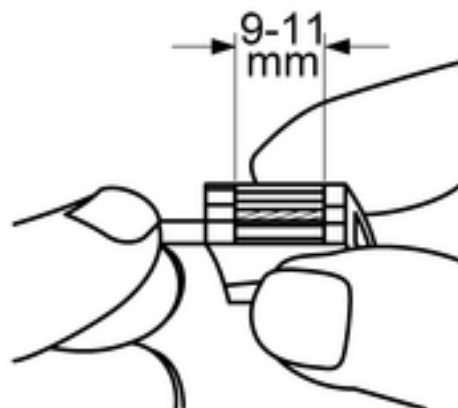

Figure 5: Longueur de dénudage
- Dénuder le conducteur 9 - 11 mm (figure 5).